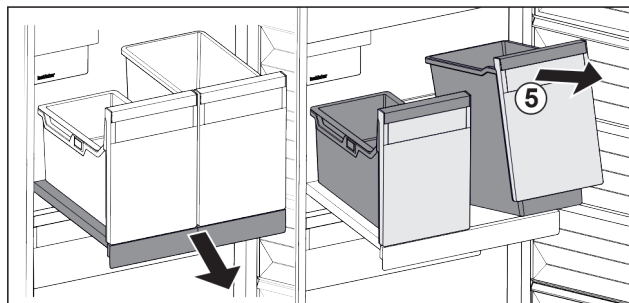

Fig. 18
- ▶ Unieść pojemnik Fig. 18 (5) z przodu.